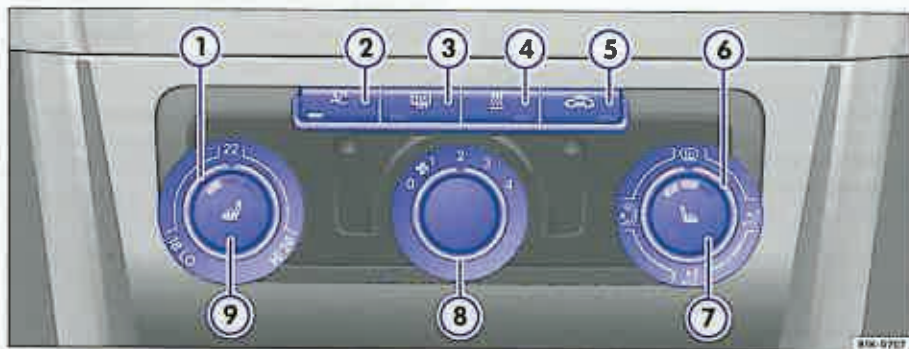

Fig. 105 În consola centrală: Elementele de comandă ale Climatic.
– Apăsați tasta  ⇒ fig. 105 (1), pentru a activa sau dezactiva recircularea aerului. Funcția este activată când în tastă se aprinde un bec.